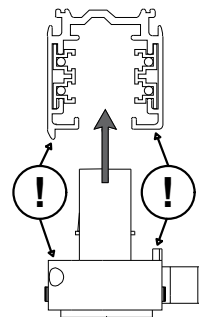

Рис. 1
- установите светильник в нужном месте шинпровода и надавите до упора (Рис.1);